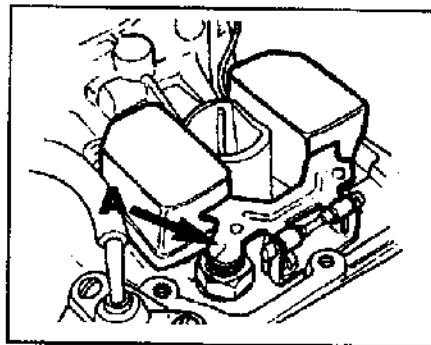

Рис. 9 Регулировка уровня.
- в) При необходимости регулировки подгибают язычок кронштейна поплавка (А, Рис.9).